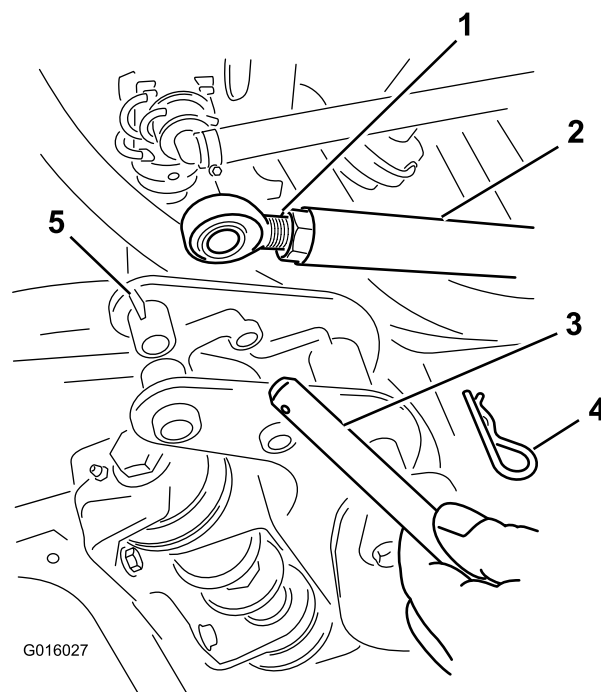

Figura 4
2. Para cada rampa, retire o contrapino de gancho e retire o pino da barra para desligar a barra da caixa do pino de articulação da rampa (Figura 4).